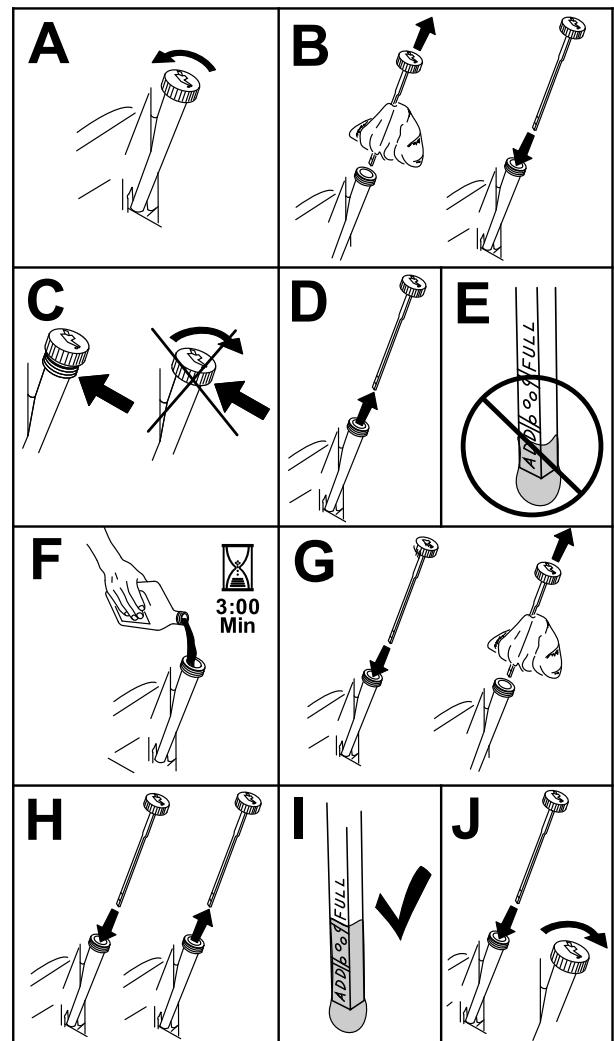

Рисунок 16
3. Чтобы не допустить попадание грязи, скошенной травы и т.п. в двигатель, очистите поверхность вокруг крышки маслозаливной горловины и масломерного щупа, прежде чем снимать их (Рисунок 16).